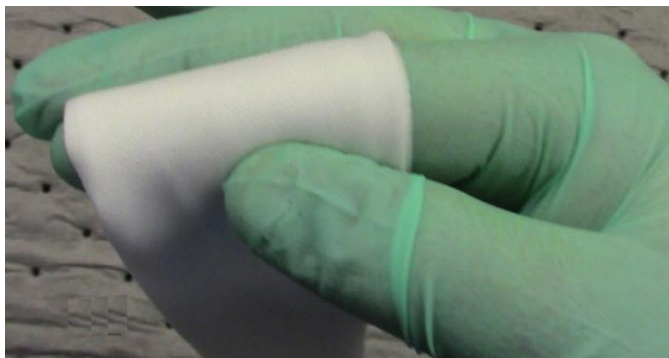

Рисунок 8-2 Сложенная салфетка
2. Зажмите салфетку между пальцами, Рисунок 8-2 и прижмите к дальней части печатной головки, равномерно по ширине.